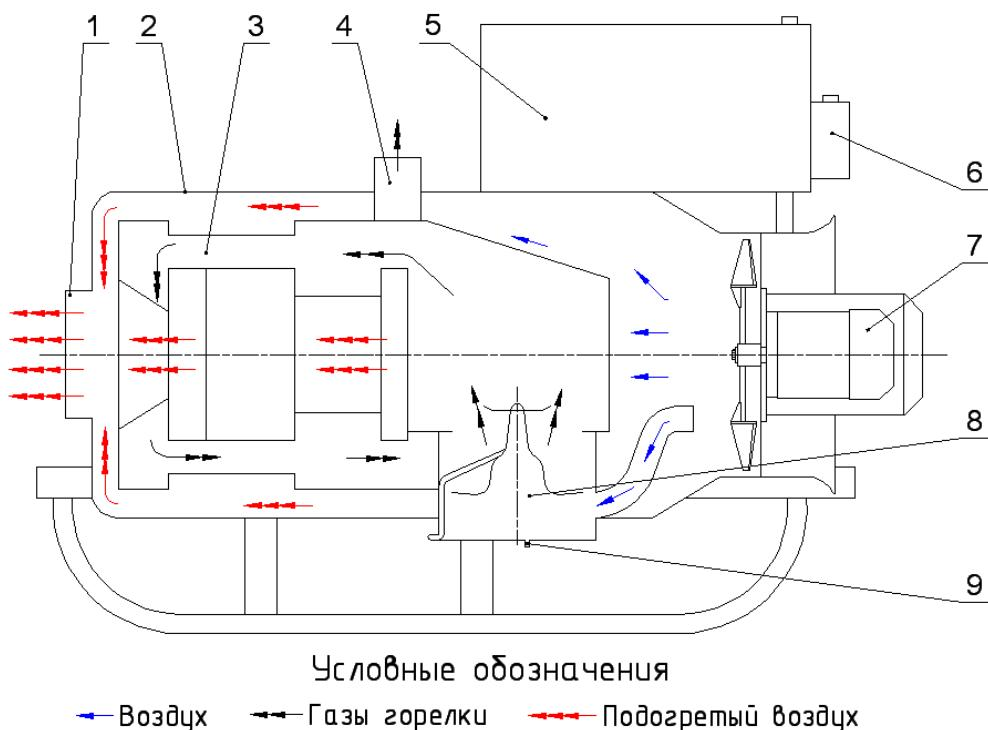

Рисунок 2 - Схема работы подогревателя.
2.4.12 Принцип работы подогревателя состоит в следующем (рис.2). В корпусе горелки происходит горение топлива, в результате чего нагревается калорифер. Осевой вентилятор, приводимый в движение двигателем, нагнетает воздух в горелку, поддерживает горение и создаёт поток воздуха между корпусом подогревателя и калорифером.